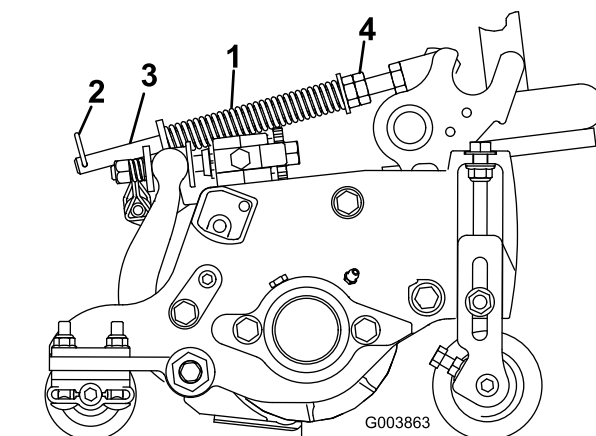

Figura 13
1. Certifique-se de que o contrapino do gancho está instalado no orifício traseiro na haste da mola (Figura 13).
2. Aperte as porcas sextavadas na extremidade dianteira da haste da mola até que o comprimento da mola em compressão seja de 15,9 cm (Figura 13).